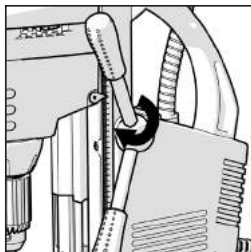

Fig. 1
- Do piasty wrzeczona należy przymocować trzy uchwyty, sprawdzając ich posadowienie. **(Rys. 1)**